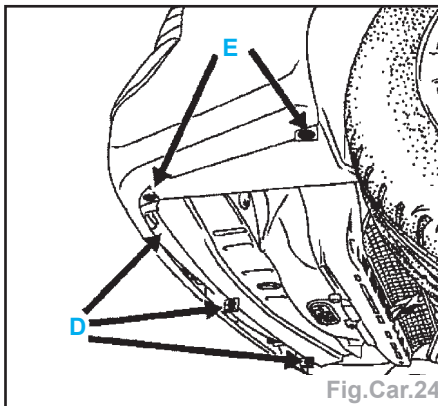

Fig.Car.24
- les fixations inférieures (D) et (E) (Fig.Car.24),